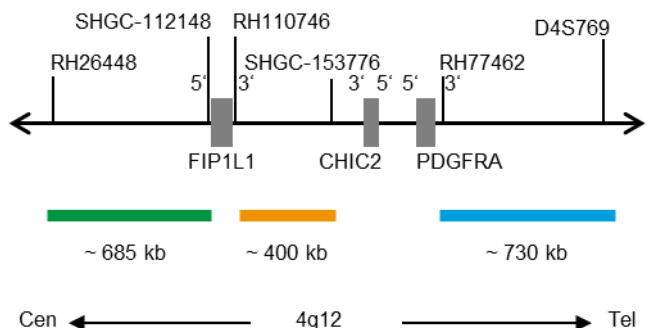

Fig. 1 : Carte de la sonde SPEC PDGFRA/FIP1L1 (pas à l'échelle)
- Polynucléotides marqués au ZyGreen (excitation 503 nm/émission 528 nm) (~10,0 ng/μl), qui ciblent des séquences cartographiées en 4q12\* (chr4:53,552,536-54,238,252) à proximité de la région du point de rupture FIP1L1 (voir figure 1).
- Polynucléotides marqués au ZyOrange (excitation 547 nm/émission 572 nm) (~4,5 ng/μl), qui ciblent des séquences cartographiées en 4q12\* (chr4:54,351,156-54,749,671) à proximité de la région du point de rupture PDGFRA (voir figure 1).